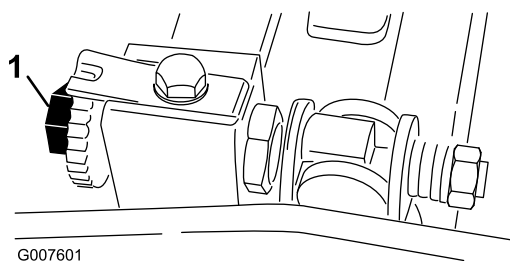

図 39
れ、引き抜くのに少し力が必要な程度に調整する (図 39)。
2. ベッド・バー調整ネジ (図 39) を左に回して、リールと下刃の接触を完全になくす。